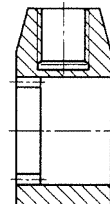
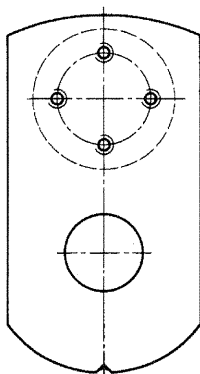

Bild 5
Bild 1
3.4 In welchem Bild ist Teil 11 richtig dargestellt? a) Bild 1; b) Bild 2; c) Bild 3; d) Bild 4; e) Bild 5